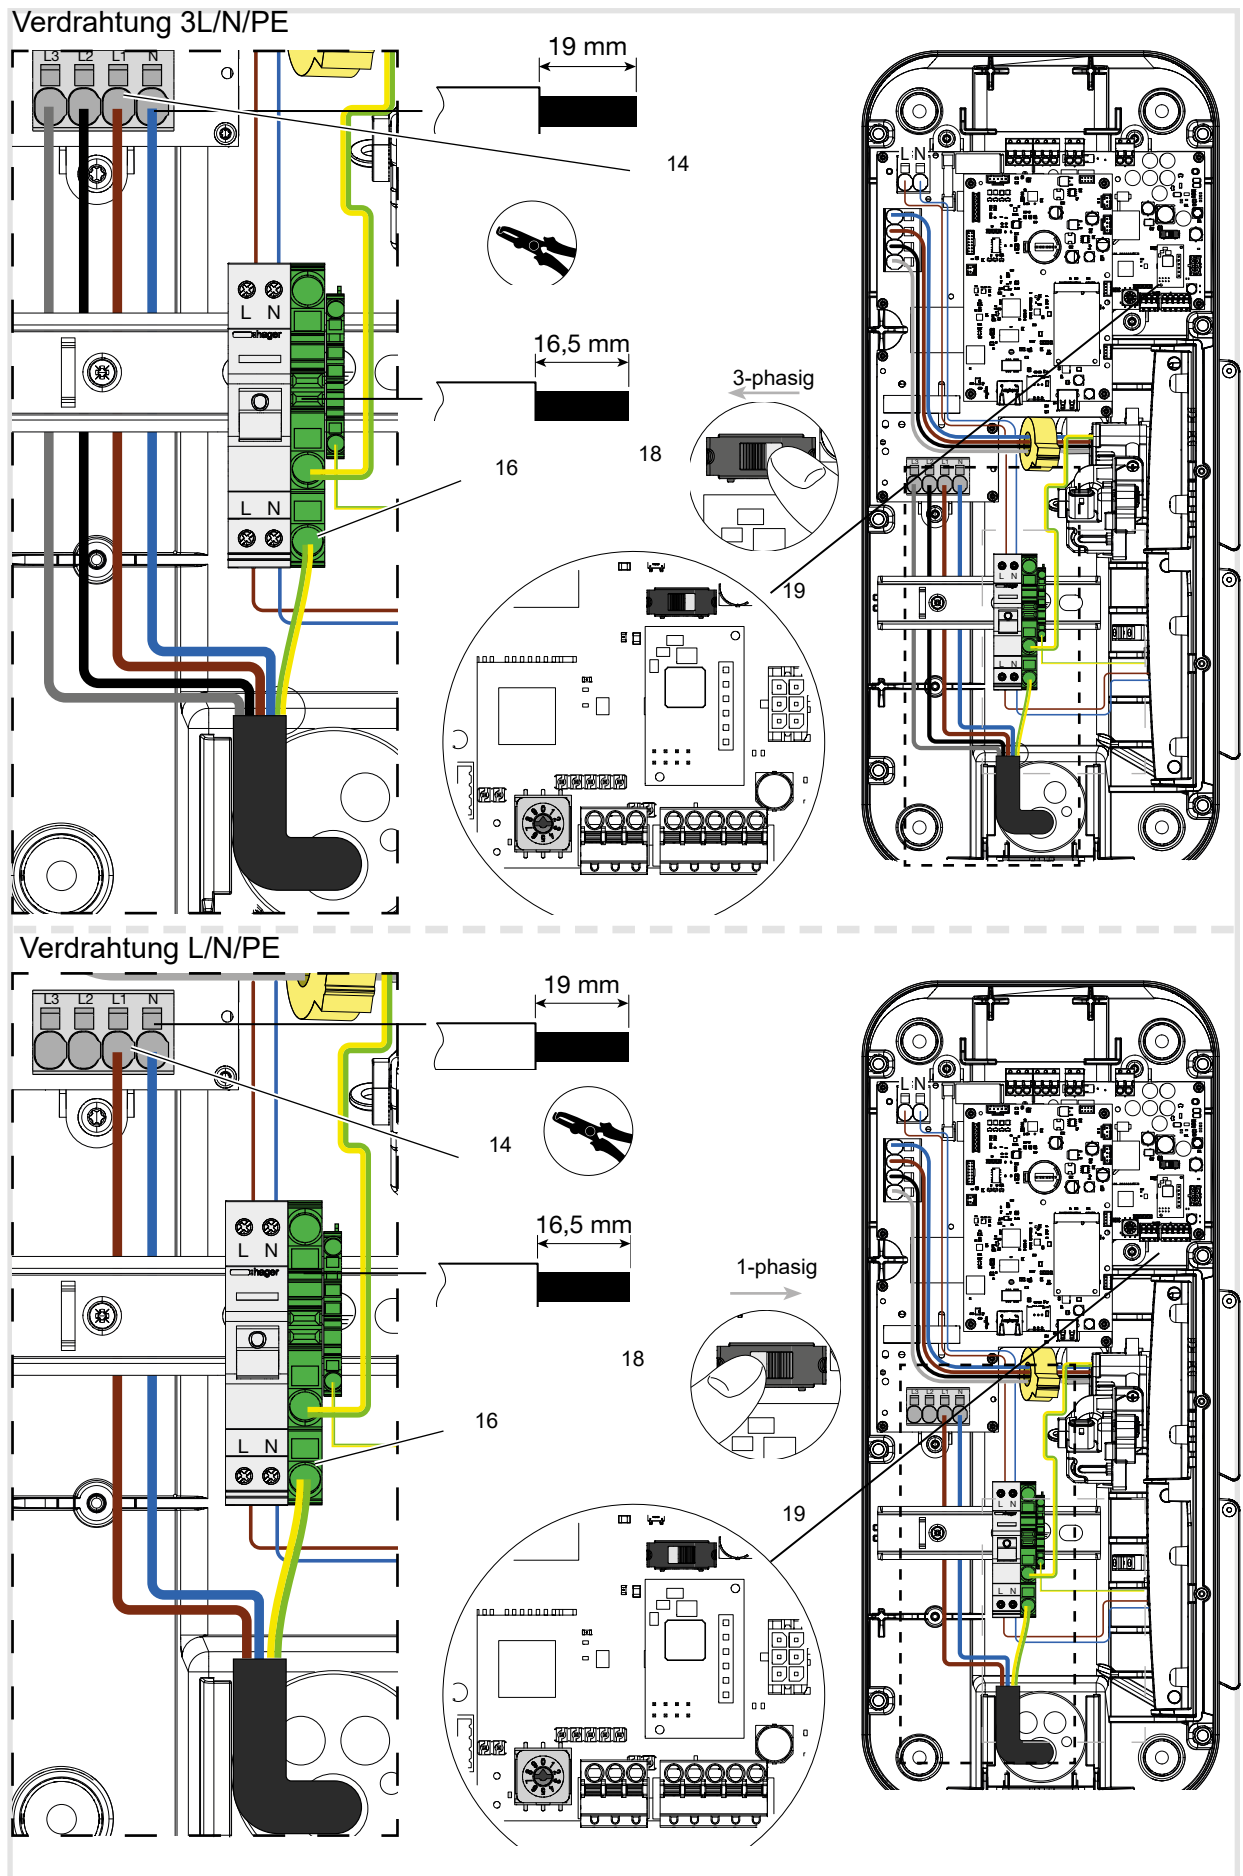

Bild 21: Anschluss Versorgungsleitung
Die Ladestation kann 3-phasig (Werkseinstellung) und 1-phasig angeschlossen und betrieben werden. Dabei ist sicherzustellen, dass sich der DIP-Schalter (Bild 21, 19) in der linken Position befindet und dass die am Drehschalter eingestellte Leistung mit dem Typenschild des Gerätes übereinstimmt.
- Netzanschlussleitung abisolieren und in die Federzugklemmen stecken (Bild 21, 13).
- PE-Anschlussleitung auf die PE-Reihenklemme auflegen (Bild 21, 16). Dabei ist zu beachten, dass die PE-Ader länger sein muss, als die restlichen Adern.
- Wahlschalter (Bild 21, 18) auf Einstellung „3-phasiger Betrieb“ prüfen und ggf. ändern (Werkseinstellung „3-phasiger Betrieb“).